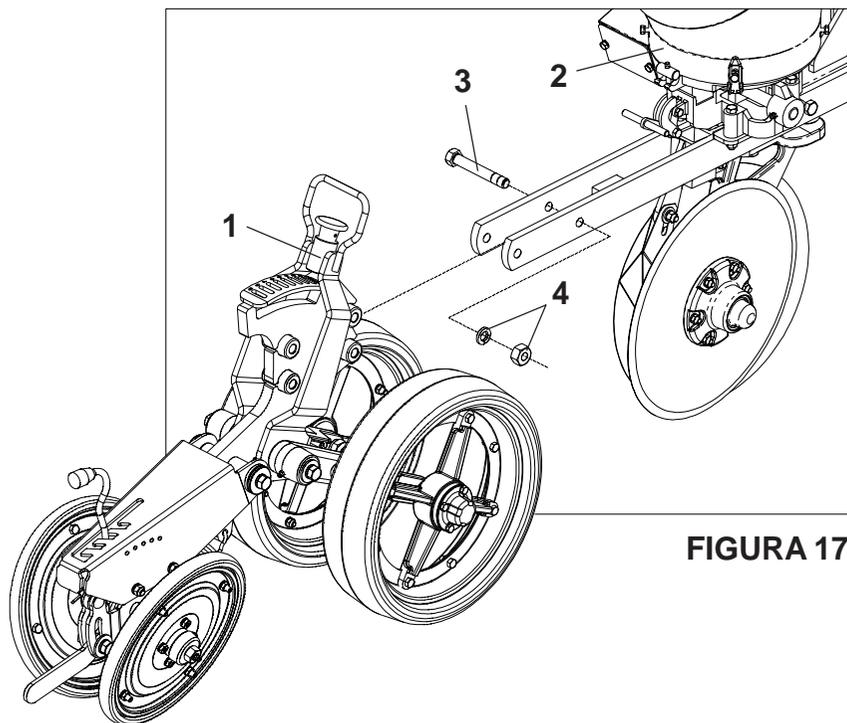

FIGURA 17
### MONTAGEM DOS CARRINHOS NAS LINHAS ( FIGURA 17 ) SPA MEGA FLEX 4000 / 4500 / 5000 / 5500
1 - Encaixe o carrinho (1) entre as chapas da linha (2), fixando-o com o parafusos (3), arruelas e porcas (4), **conforme mostra a figura 17.**